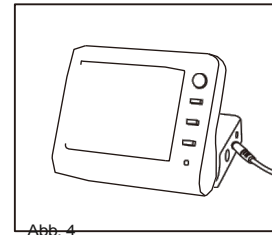

Abb. 4
- 2) Schließen Sie das Ladekabel an das Gerät an. (Abb. 4)